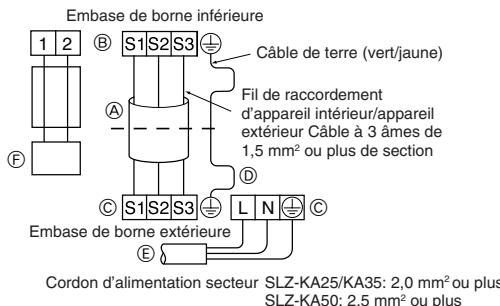

Fig. 7-4
- Effectuez le câblage selon le diagramme en bas et à gauche. (Veuillez vous procurer le câble localement) (Fig. 7-4)